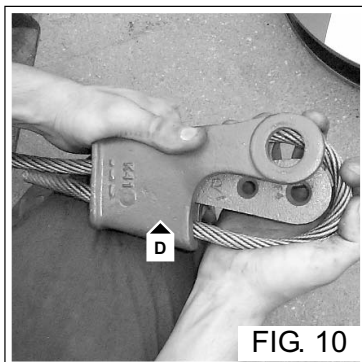
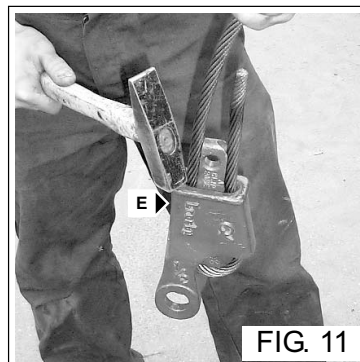

FIG. 10
FIG. 11
- Inserire la fune nel ferma cavo (Fig. 10 - Rif. D) e bloccarla correttamente dando alcuni colpi di martello in entrambi i lati dell'insieme (Fig. 11 - Rif. E).
- Insert the rope in the cable clamp (Fig. 10 - Ref. D) and block it properly by tapping with a hammer on both sides of the assembly (Fig. 11 - Ref. E).
- Das Seil in den Kabelhalter (Abb. 10 - Buchst. D) einführen und ordnungsgemäß festspannen, indem man an beiden Seiten der Einheit (Abb. 11 - Buchst. E) ein paar mal mit dem Hammer klopft.